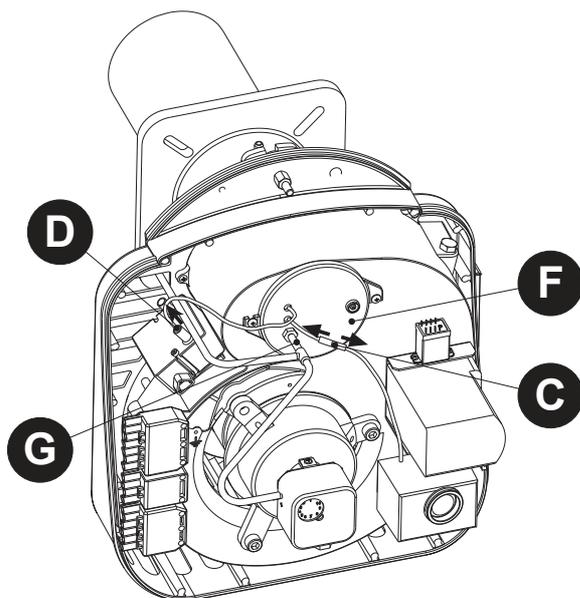

рис. 2c
- 2) Отсоедините кабели "D" и "C" в указанных местах и соответствующие кабельные втулки на крышке "F". Отсоедините трубку "G" от крышки "F" (рис. 2c).